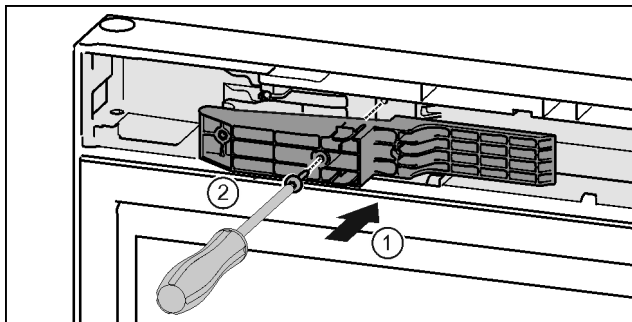

Fig. 48 \*
- ▶ Adaptér na straně madla vložte do vybrání. Fig. 48 (1)\*
- ▶ Šroubovákem T15 pevně utáhněte šrouby. Fig. 48 (2)\*